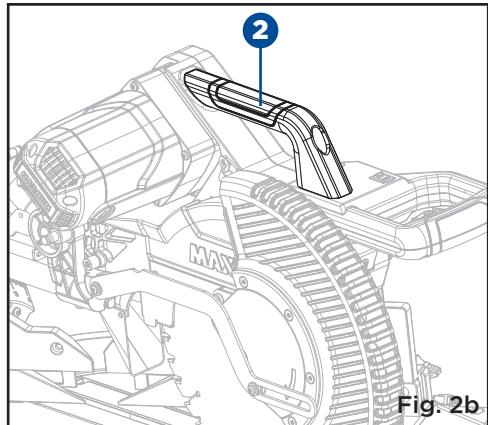

Fig. 2b
- Enfoncez la goupille de verrouillage de la tête (1) dans le trou de verrouillage et vérifiez que la molette de verrouillage de la tête est verrouillée en place en la tournant dans le sens horaire.
REMARQUE : Pour éviter tout dommage, ne transportez jamais la scie à onglets par le protège-lame, le cordon d'alimentation, la poignée de verrouillage d'onglet ou la tête de scie. Utilisez TOUJOURS la poignée de transport désignée (2) située sur le dessus du corps de la scie. (Fig. 2b)